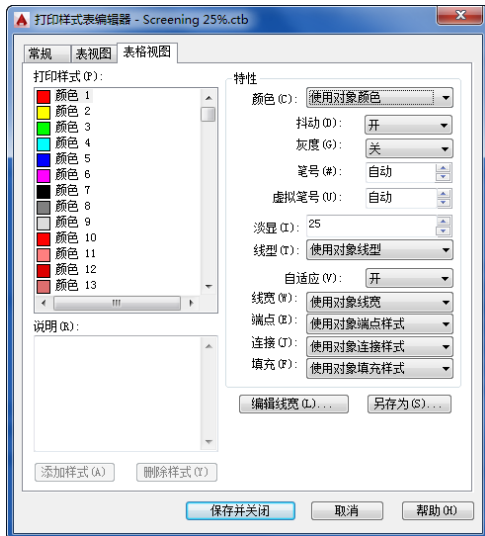

图 8-45 “表格视图”选项卡
- (1) “名称”下拉列表框：选择相应的参数配置文件名。
- (2) “编辑”按钮：打开“打印样式表编辑器-acad.stb”对话框的“表格视图”选项卡，如图8-45所示。在该对话框中可以编辑有关参数。